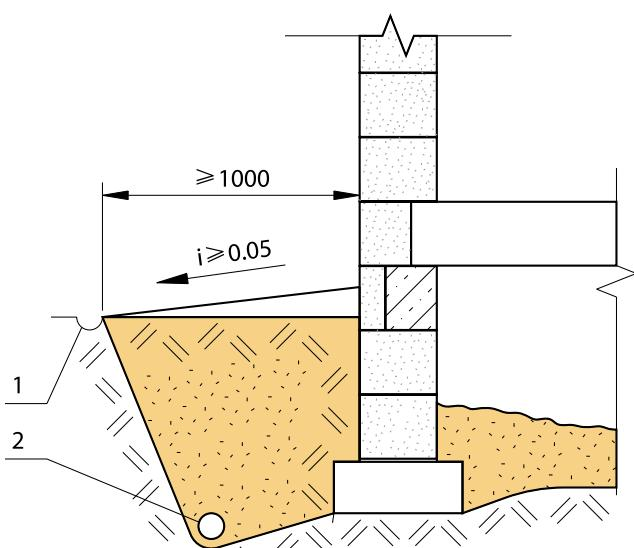

Рис. 4.1. Схема устройства дренажа
5. При устройстве фундаментов на участках с высоким уровнем грунтовых вод или при рельефе, способствующем скапливанию атмосферной влаги, по периметру здания следует предусматривать дренаж (вдоль отмостки — отвод атмосферной влаги; в уровне ниже подошвы фундамента — отвод грунтовых вод при наличии доступного перепада рельефа) (рис. 4.1).